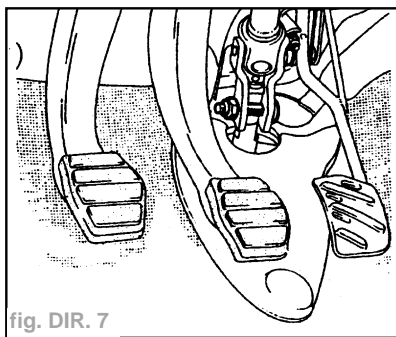

fig. DIR. 7
- Roues droites, déposer l'écrou et la vis à came de fixation de la chape rabattable (fig. DIR. 7).
- Mettre en place la chape rabattable sur la queue du pignon de direction (fig. DIR. 7),